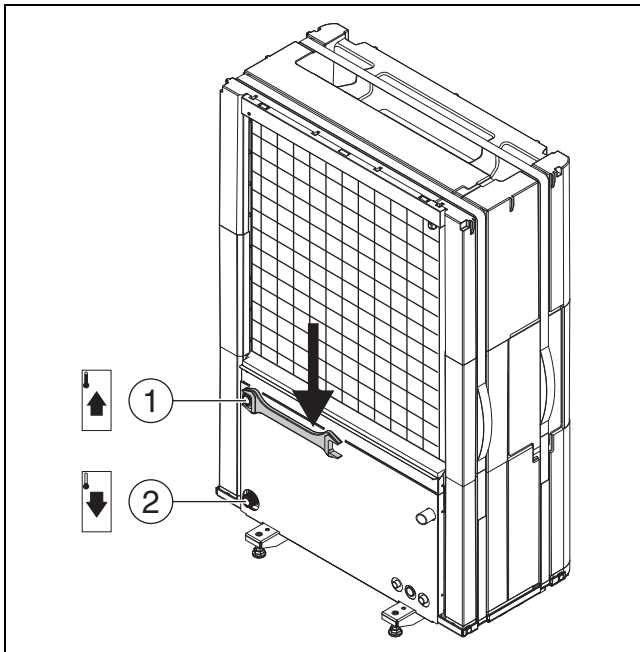

Bild 18 Anschlüsse der Wärmeträgerrohre, gültig für alle Größen
- ▶ Vorlauf zur Inneneinheit am Wärmeträgerausgang der Wärmepumpe anschließen (→ [1], Abb. 18).
- ▶ Rücklauf von der Inneneinheit am Wärmeträgereingang der Wärmepumpe anschließen (→ [2], Abb. 18).
- ▶ Anschlüsse der Wärmeträgerrohre mit einem Anzugsmoment von 120 Nm anziehen. Die Kraft nach unten richten (→ Abb. 18), um eine seitliche Belastung des Kondensators zu vermeiden. Wenn der Anschluss nicht richtig dichtet, kann die Verbindung mit einem Anzugsmoment von bis zu 150 Nm angezogen werden. Wenn der Anschluss nach wie vor nicht dicht ist, weist dies auf eine Beschädigung der Dichtung oder des angeschlossenen Rohrs hin.